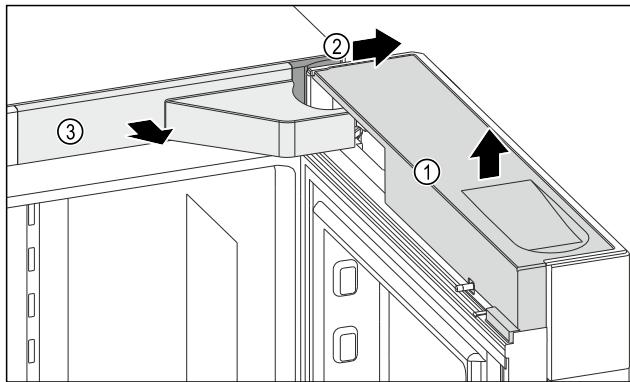

Fig. 10
- Зніміть кожух Fig. 10 (1).
- Зніміть кожух Fig. 10 (2).
- Зніміть кожух Fig. 10 (3).